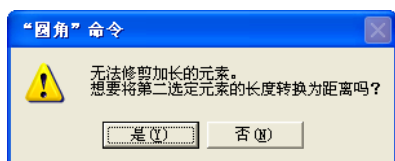

图 6-102 【“圆角”命令】消息框
单击【操作】工具栏内的【圆角】图标, 单击矩形的两个相邻的边, 出现【“圆角”命令】消息框提示, 如图 6-102 所示, 单击【是 (Y)】按钮。